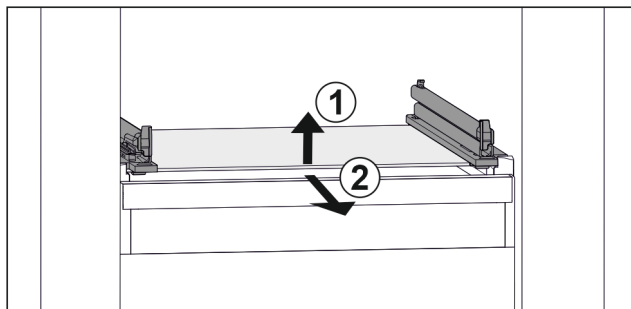

Fig. 61 Приблизне відображення скляної пластини
- ▶ Підняти скляну пластину спереду. Fig. 61 (1)
- ▶ Вийняти скляну пластину рухом вперед. Fig. 61 (2)